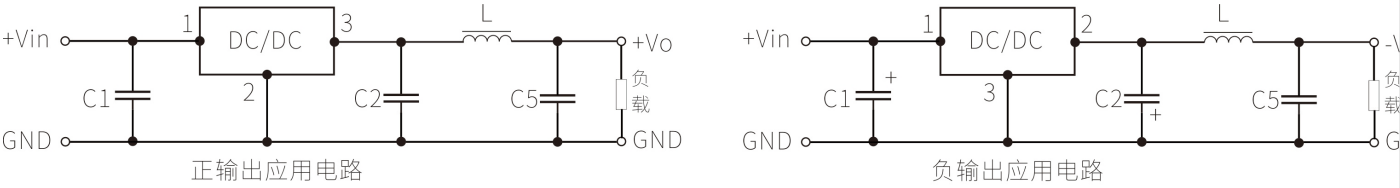

图3 ‘LC’ 滤波应用电路
- 若需要进一步减小输出纹波，可在输出端外接一个“LC”滤波网络，L 推荐值为10 μ H-47 μ H，C5 推荐值为22uF 如图 3 所示。